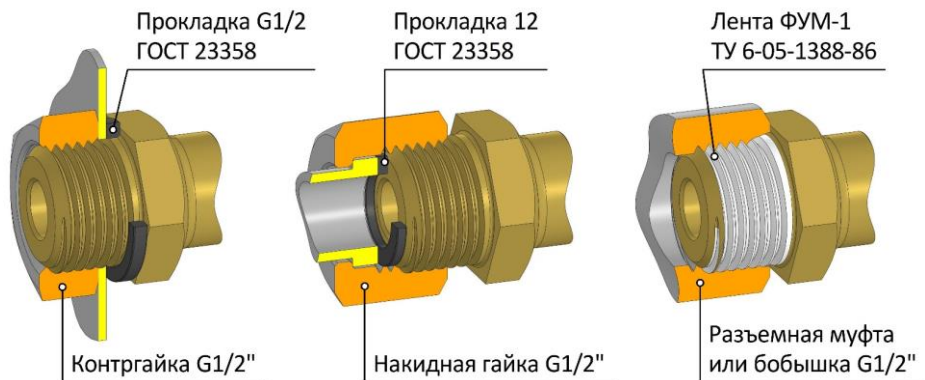

Рисунок 8.1 – Способы уплотнения присоединительной резьбы
- **Вариант монтажа No.1 (РЕКОМЕНДУЕМЫЙ):** сначала изделие полностью собирают, после чего устанавливают на оборудование. В этом случае указатель устанавливают одним из способов: в стенку емкости с помощью контргайки, на ниппели с накидными гайками, на фланцы или в приварные бобышки посредством разъемных муфт (см. рисунок 8.1). Особое внимание следует уделить сохранности смотровой трубки при работе гаечными ключами, а также не допускается нагрузка на трубку под весом фитингов.